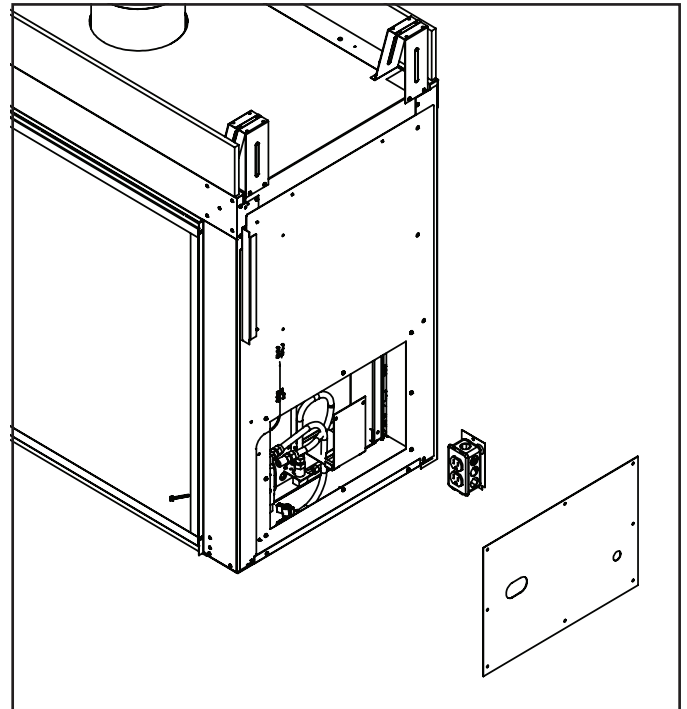

Figure 8.1 Détails de la boîte de jonction
- Introduisez les fils électriques depuis l'extérieur de l'appareil par cette ouverture, jusqu'au compartiment de vanne, et fixez-les avec un connecteur Romex. Voir la figure 8.1.